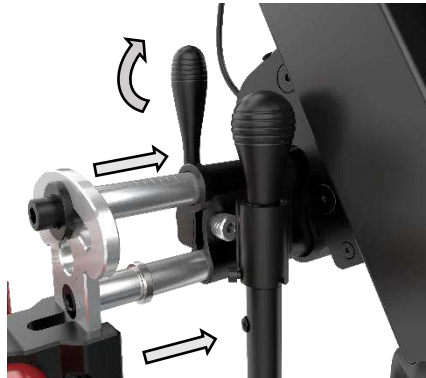

Abbildung 27 Zusammenbau der Klemme mit der Breitenregulierung
- Die QR-Verriegelungshebel sollten sich in der Position nach unten befinden und gelockert sein, damit der manuelle Klemmmechanismus angebracht werden kann. Sobald die Breite eingestellt ist, wird sie in der vertikalen Position arretiert (siehe Abb. 27).